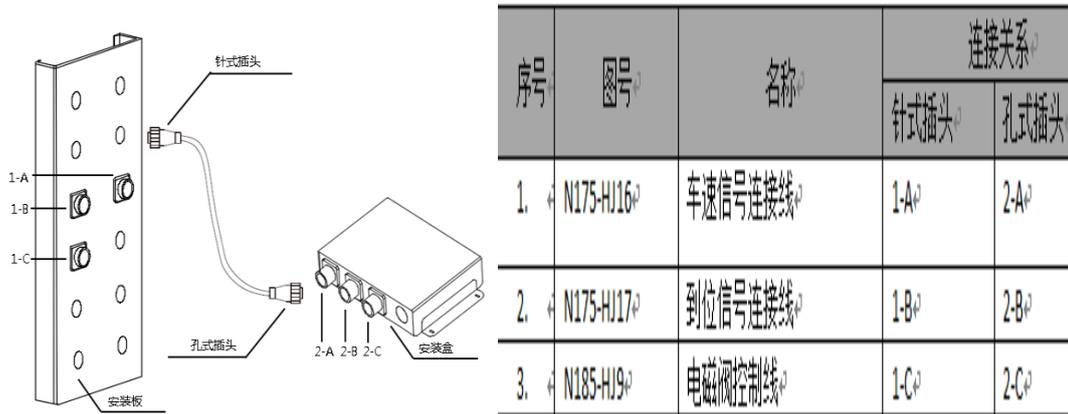

图 3. 11
(3)、如图 3. 12 所示：从总电源开关拉一路 220V 电源到显示仪表箱内给显示仪表供电（红色接火线，白色接零线，黑色接地线）。同时还需要用 DB-9 母头焊接一条 RS-232 通讯线（白色线对应焊接到 DB-9 的 2 上，绿色线对应焊接到 DB-9 的 3 上，黑色线对应焊接到 DB-9 的 5 上）连接到主控电脑，从而实现显示仪表与主控电脑间的 RS-232 通讯功能。